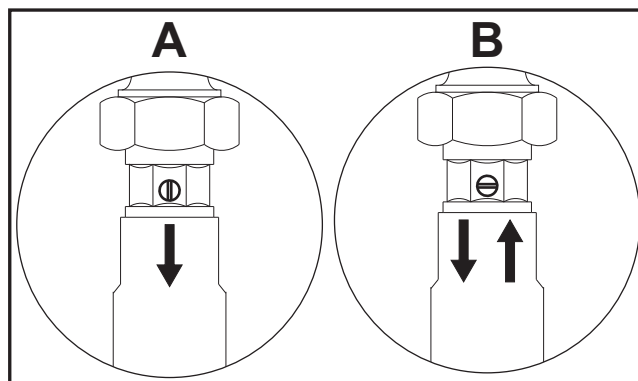
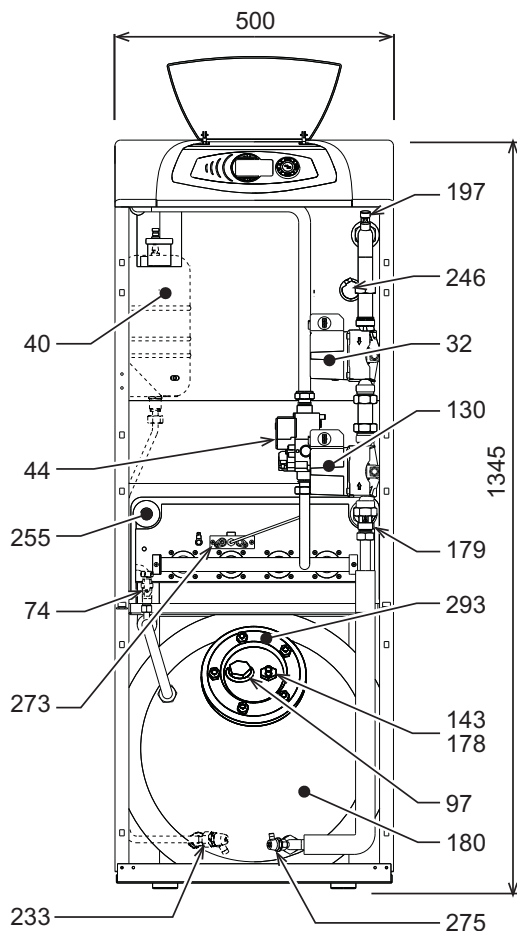

fig. 21
fig. 24 - Dimensiones y componentes principales
- Para vaciar el acumulador, utilizar la llave de descarga 233 - fig. 24 tras cerrar las válvulas de entrada de la red de agua; utilizar como paso de aire un punto de toma de agua caliente (lavabo, ducha, etc.).
- Para vaciar completamente la instalación de calefacción, utilizar la llave 275 - fig. 24 tras desbloquear los obturadores de las dos válvulas antirretorno 179 - fig. 24 (ver también fig. 21). Como paso de aire, utilizar las válvulas de los radiadores. Si la caldera está conectada a la instalación mediante válvulas de servicio, controlar que estén totalmente abiertas. Si la caldera está situada en un punto más alto que los radiadores, la parte de la instalación que comprende los radiadores se tiene que vaciar por separado.
- Para vaciar únicamente la caldera, cerrar las válvulas de paso y abrir la llave (255 - fig. 24). A continuación, desbloquear los obturadores de las válvulas antirretorno (179 - fig. 24). Por último, abrir la llave 197 - fig. 24.
Antes de llenar de nuevo la instalación hay que cerrar la llave de descarga y las válvulas de paso de aire de los radiadores, y bloquear los obturadores de las válvulas antirretorno 179 - fig. 24.